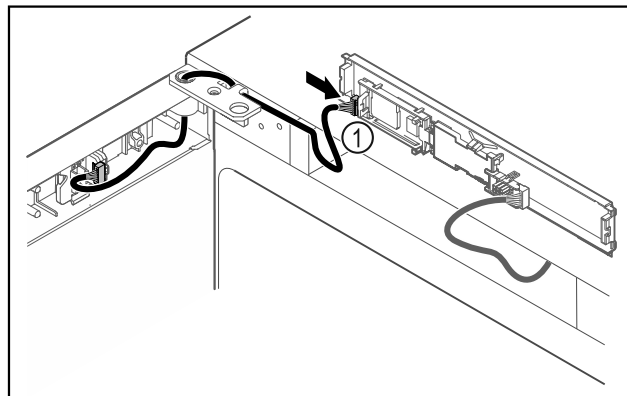

Fig. 43
- ▶ Sæt stikket Fig. 43 (1) i på printkortet.